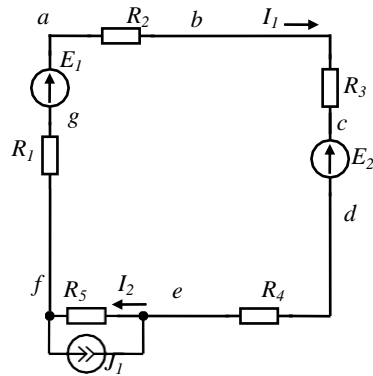

Рис. 4. Схема цепи
**3.** Для электрической цепи, приведенной на рис. 4, определить потенциалы всех точек относительно точки "a" и построить потенциальную диаграмму. Данные для расчета:  $E_1=25\text{В}$ ,  $E_2=12\text{В}$ ,  $J_1=2\text{А}$ ,  $R_1=10\text{Ом}$ ,  $R_2=5\text{Ом}$ ,  $R_3=7\text{Ом}$ ,  $R_4=2\text{Ом}$ ,  $R_5=3\text{Ом}$ .